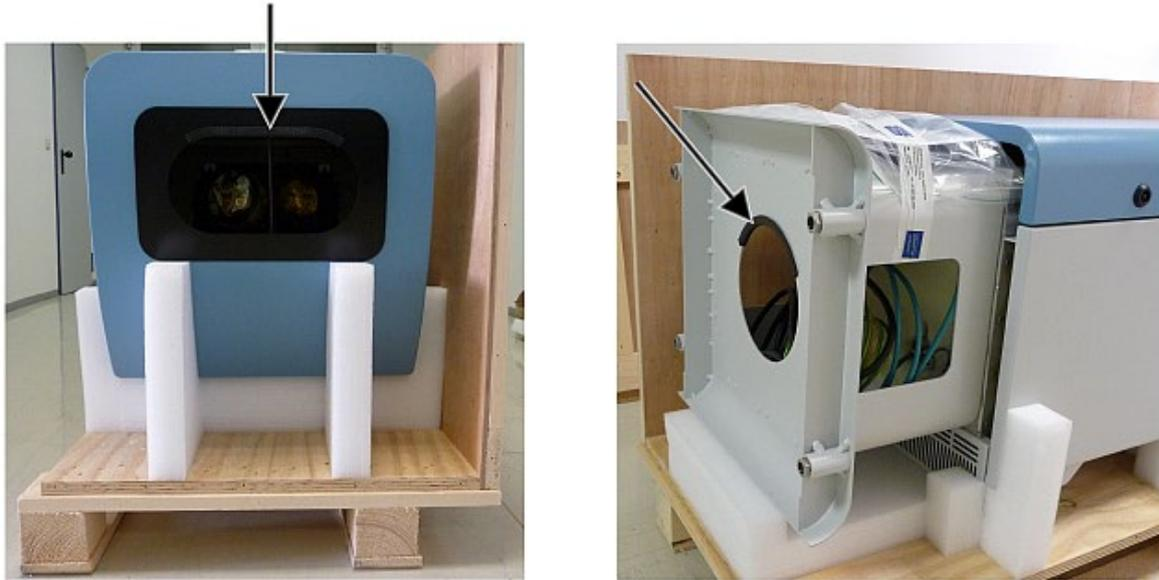

Abbildung 8 Hebepositionen und Griffschutz (Kantenschutzprofil).
- ⇒ CHM 15k vorsichtig per Hand unter Einhaltung aller Sicherheitsbestimmungen aus den Styroporelementen herausheben (Anhebepositionen: Abbildung 8).
- ⇒ Zum Tragen: in die mit Pfeilen markierten Öffnungen fassen (Abbildung 8)